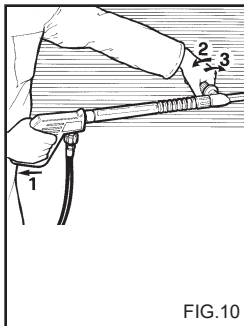

FIG. 10
**USO DE LA LANZA DOBLE** (fig. 10).